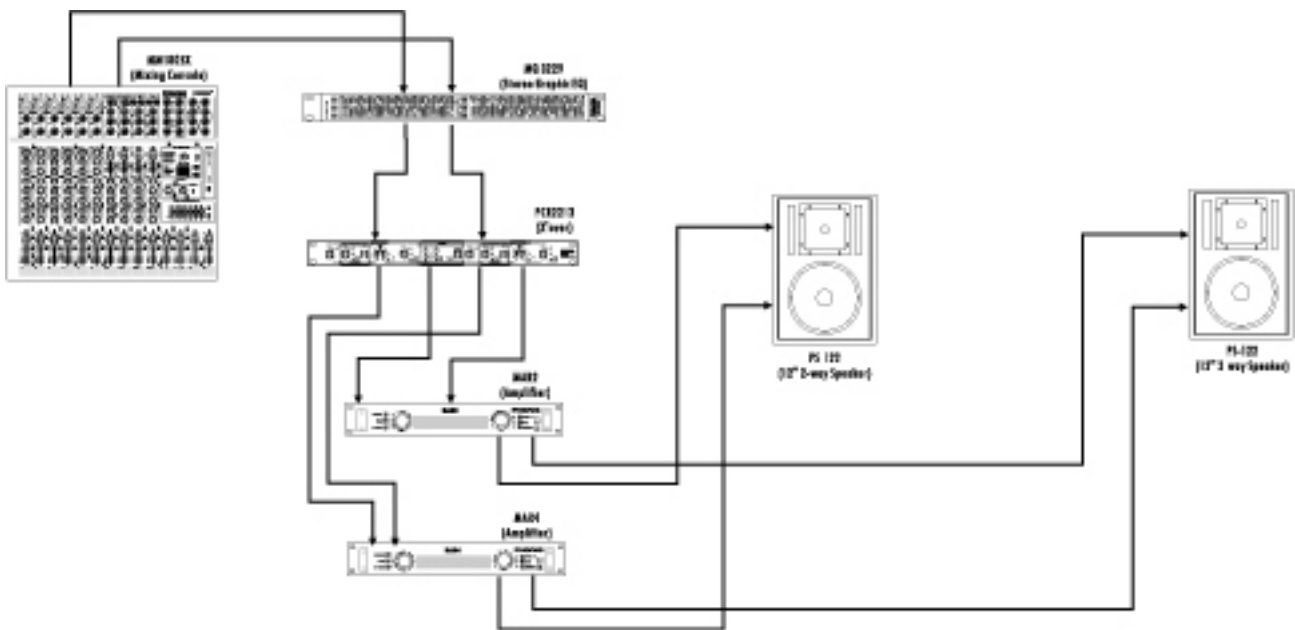

Рисунок 1: ТИПОВАЯ АКТИВНАЯ ДВУХПОЛОСНАЯ СИСТЕМА.
2.1 ДВУХПОЛОСНАЯ СИСТЕМА (см. рисунок 1).